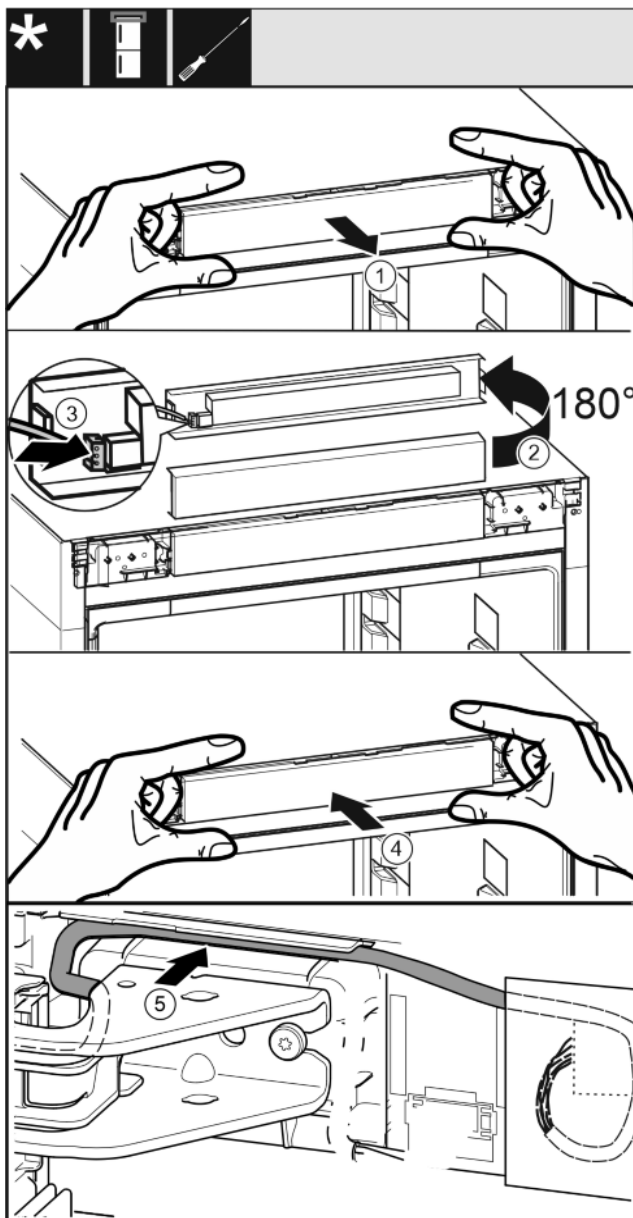

Fig. 34
- ▶ Estrarre con cautela il pannello di comando. Fig. 34 (1)
- ▶ Ruotare verso l'alto di 180° il pannello. Fig. 34 (2)
- ▶ Innestare il connettore sul pannello di comando. Fig. 34 (3)
- ▶ Reinnestare il pannello di comando sull'apparecchiatura. Fig. 34 (4)
- ▶ Posare con cautela il cavo grigio nella guida sopra il blocco di supporto superiore. Fig. 34 (5)